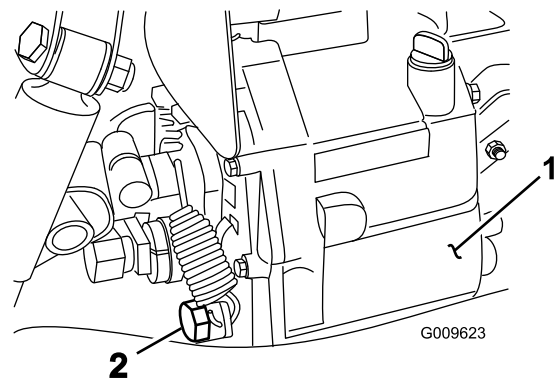

Figure 73
2. Enlevez le bouchon de vidange sur le côté du réservoir et faites couler le liquide hydraulique dans un bac de vidange (Figure 73).